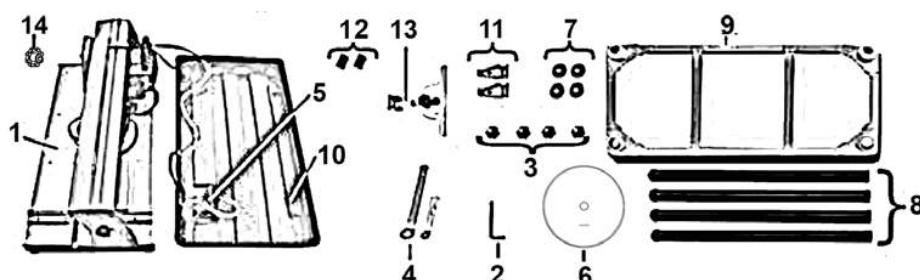
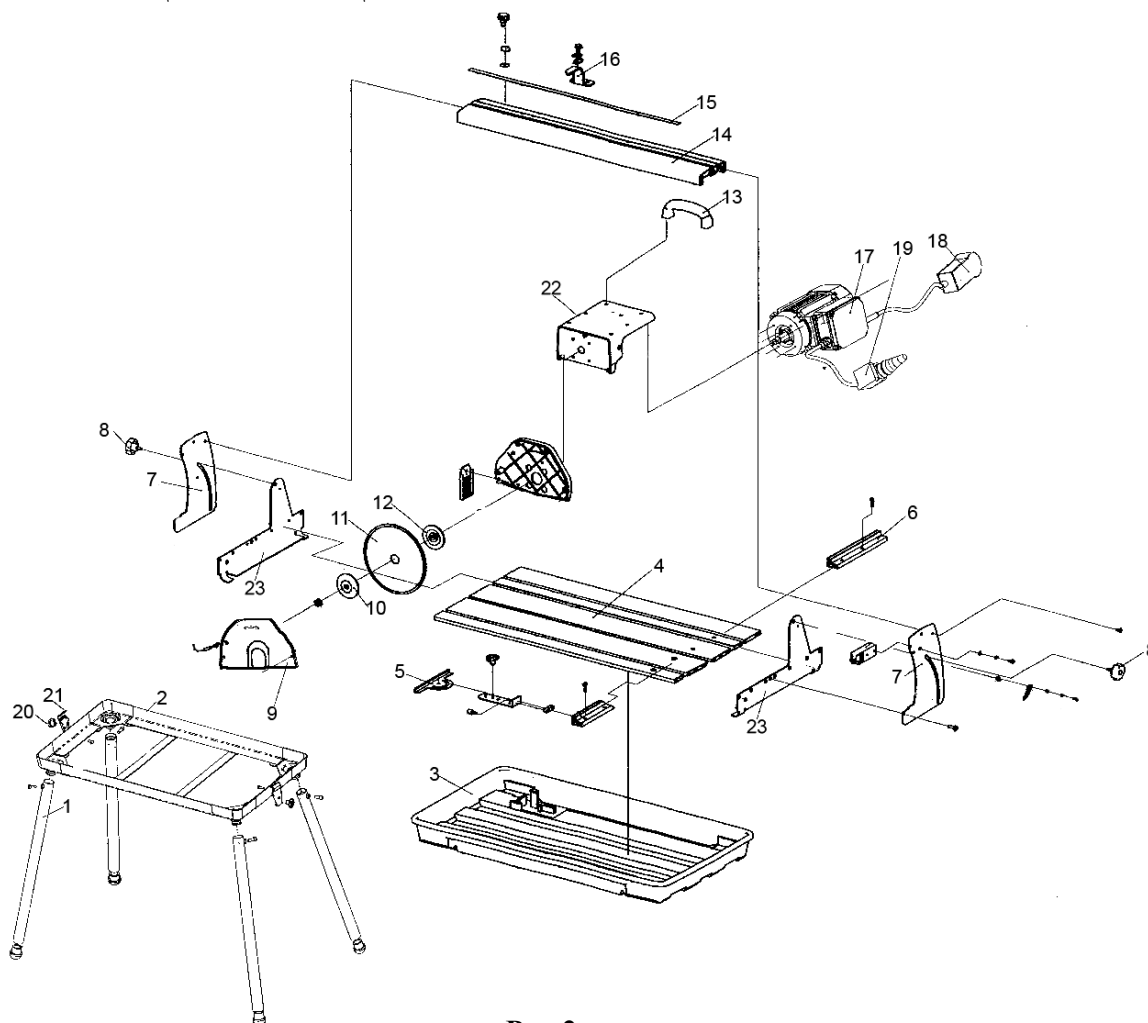

Рис.1
Рис.2
- 5.1. С помощью шестигранного ключа прикрепите опорные ножки 1 болтами к основной раме 2 (рис.2), используя шайбы 7 (рис.1).
- 5.3. Поместите насос водяного охлаждения 19 в поддон 3 (рис.2).
- 5.4. В основание 2 установите поддон 3 и зафиксируйте его с помощью гайки 20 и фиксатора поддона 21 (рис.2).
- 5.6. Установите и закрепите регулируемый упор 5 (рис.2).
- 5.7. Открутите транспортировочный винт (14) (рис.1).